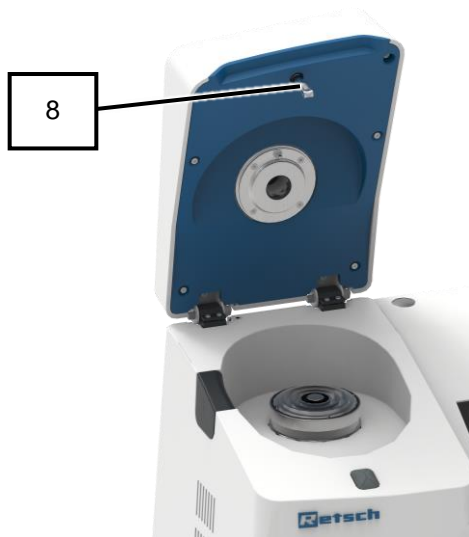

Fig. 63: Gozne de cierre
5. Compruebe la suavidad de funcionamiento de los rodillos del gozne de cierre (8) (Fig. 63).
6. De ser necesario, aceite los rodillos del gozne de cierre (8) con aceite para máquinas de coser.
7. Conecte el aparato con el interruptor principal (16) que está en su lado posterior.
- ➔ La pantalla táctil (6) se activa y el fondo del volante (7) se ilumina brevemente en azul.
8. Cierre la cubierta del aparato (2) a mano y manténgala en posición cerrada durante aprox. 2 segundos. Observe las señales acústicas.
- ➔ La cubierta del aparato (2) se bloquea y se mantiene cerrada con el gozne de cierre (8).
- ➔ El gozne de cierre (8) está comprobado y, si fuera necesario, aceitado.